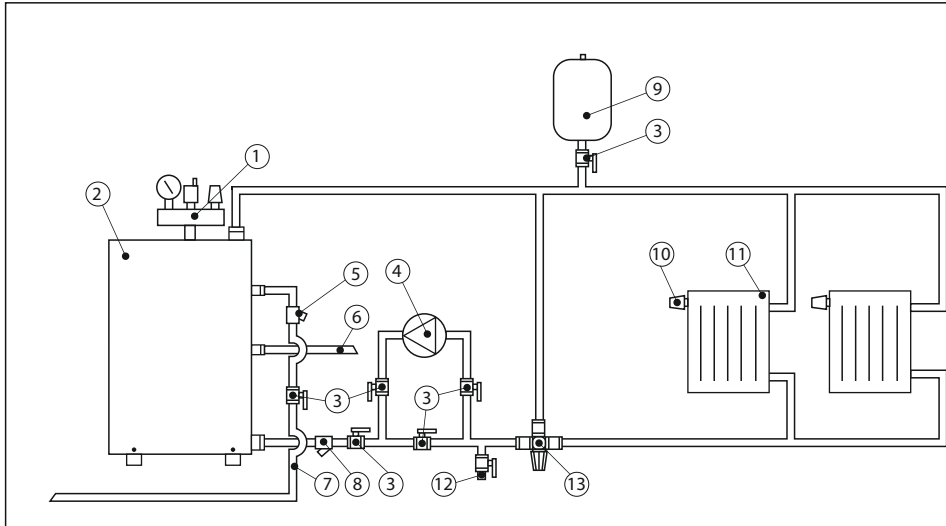

Рис. 8. Варіант схеми монтажу котла в системі опалення з примусовою циркуляцією теплоносія.
7.1.4. Пуск і робота котла (рис.8).